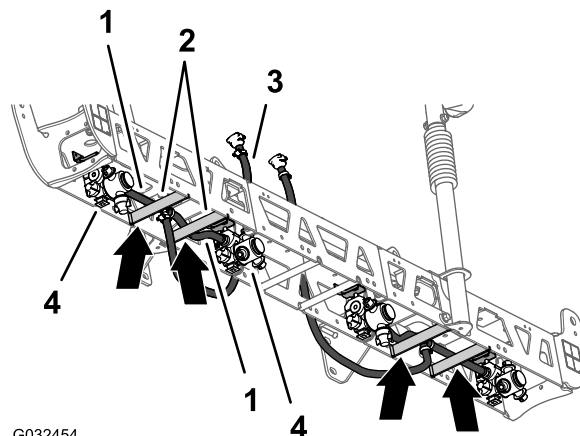
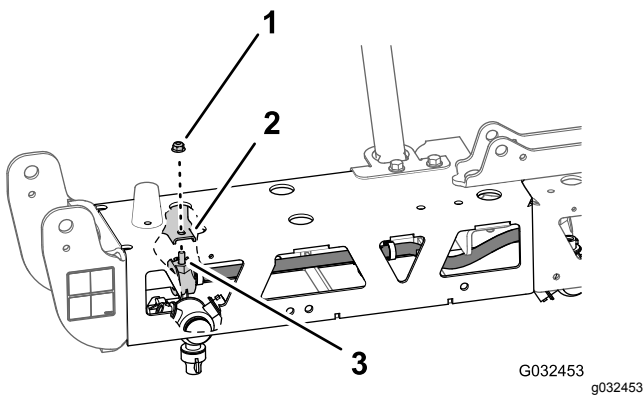

Рисунок 59
Рисунок 60
- Проложите шланг диаметром 13 мм (10 дюймов) и сопла в сборе между скобами наружных ферм (Рисунок 59).
- Проложите шланг и сопло над скобой фермы и наружу к наружному креплению сопла (Рисунок 59).
- Вставьте болт с шестигранной головкой (5/16 x ¾ дюйма) распылительного сопла в отверстие крепления сопла и установите, не затягивая, сопло на крепление с помощью фланцевой контргайки (5/16 дюйма) из доводочного комплекта системы опрыскивания GeoLink (Рисунок 60).
4. Проложите другой шланг диаметром 13 мм (10 дюймов) и сопло в сборе между скобами наружных ферм (Рисунок 59).
5. Проложите шланг и сопло над скобой фермы и внутрь к внутреннему креплению сопла (Рисунок 59).
6. Вставьте болт с шестигранной головкой (5/16 x 3/4 дюйма) распылительного сопла в отверстие крепления сопла (Рисунок 60) и установите, не затягивая, сопло на крепление при помощи фланцевой контргайки (5/16 дюйма), снятой при выполнении пунктов 1 и 4 раздела **Демонтаж распылительных сопел** (страница 28).
8. Проложите шланг и соединитель типа «елочка» 13 x 810 мм (1/2 x 32 дюйма) к боковой части средней секции опрыскивателя при помощи левого и правого опорных кронштейнов (Рисунок 59).
9. Повторите действия, описанные в пунктах 1 – 8, для другого шланга подачи в сборе с соплом на другой наружной ферме (Рисунок 59 и Рисунок 60).